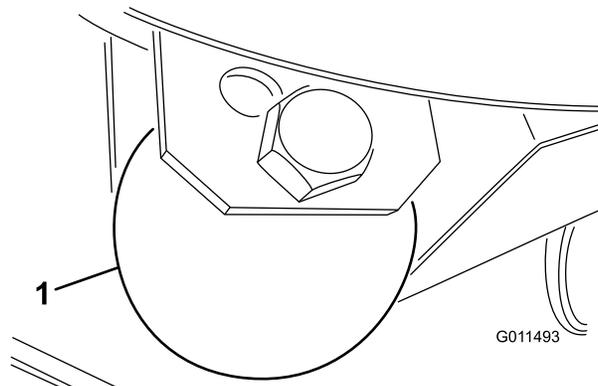

Figura 26
1. Retire o parafuso e a porca que fixam a roda guia aos suportes da unidade de corte (Figura 26).